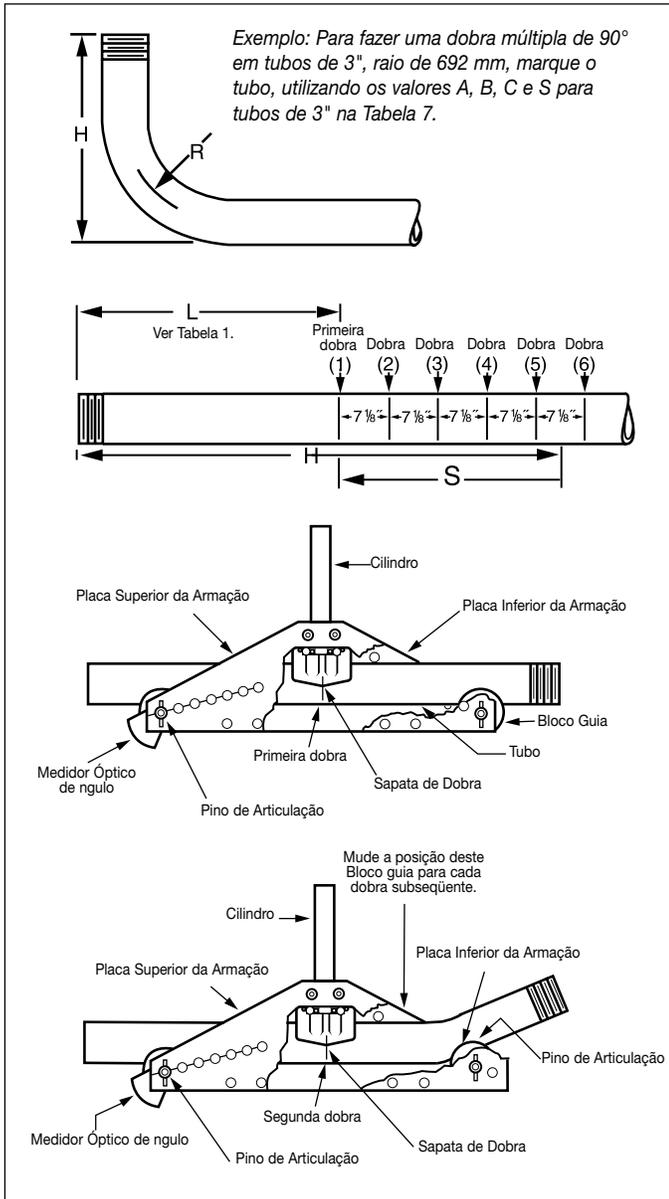

Figura 8, Dobra Múltipla de 90°
1. Marque a dimensão perpendicular desejada (H) no tubo reto (ver Figura 8).
2. Na Tabela 6, escolha o diâmetro do tubo a ser dobrado. Pelo raio da dobra na primeira coluna, verifique o deslocamento (S) na segunda coluna.
3. Meça a posição da primeira dobra no tubo (deduza (S) e marque o tubo).